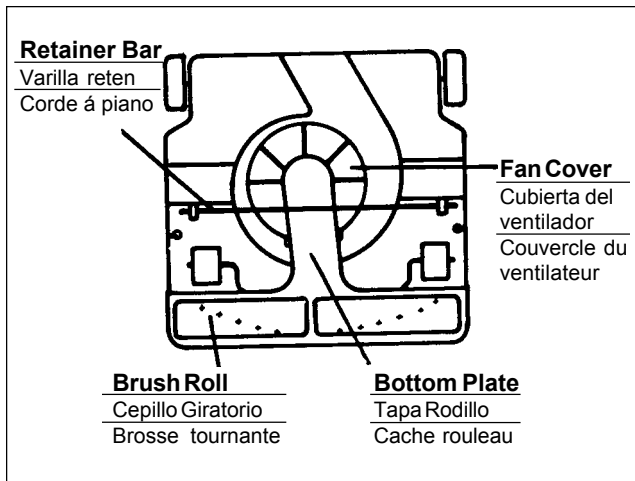

Fig. 12
1. Push handle release and lower handle; push the height setting to the lowest position. Turn the vacuum cleaner so the underneath side and brush roll face toward you. (Fig. 12)
1. Empuje el pedal de posiciones para liberar la manija, bájela, empuje el ajuste de altura a la más baja, voltee la barredora boca abajo. (Fig. 12)
1. Pousser la pédale de réglages pour libérer la poignée, baissez-la, mettre le réglage à la position la plus basse, tournez la balayouse à l'envers. (Fig. 12)